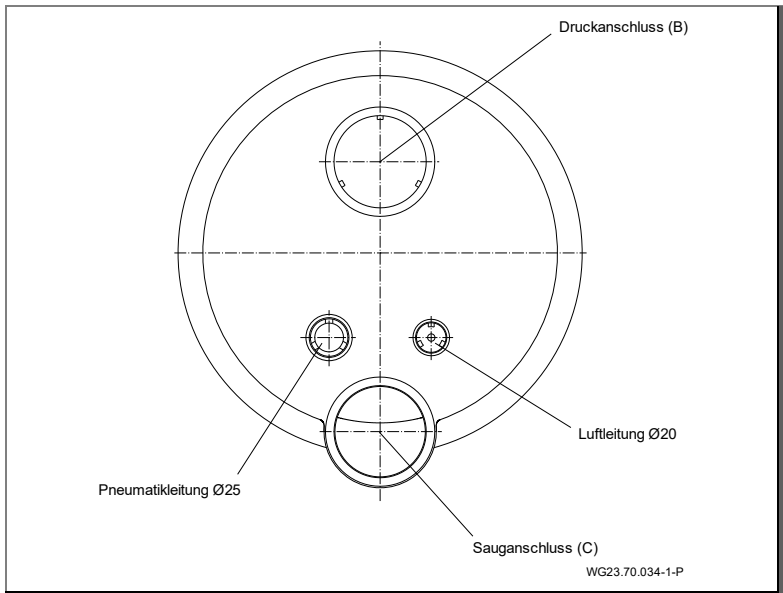
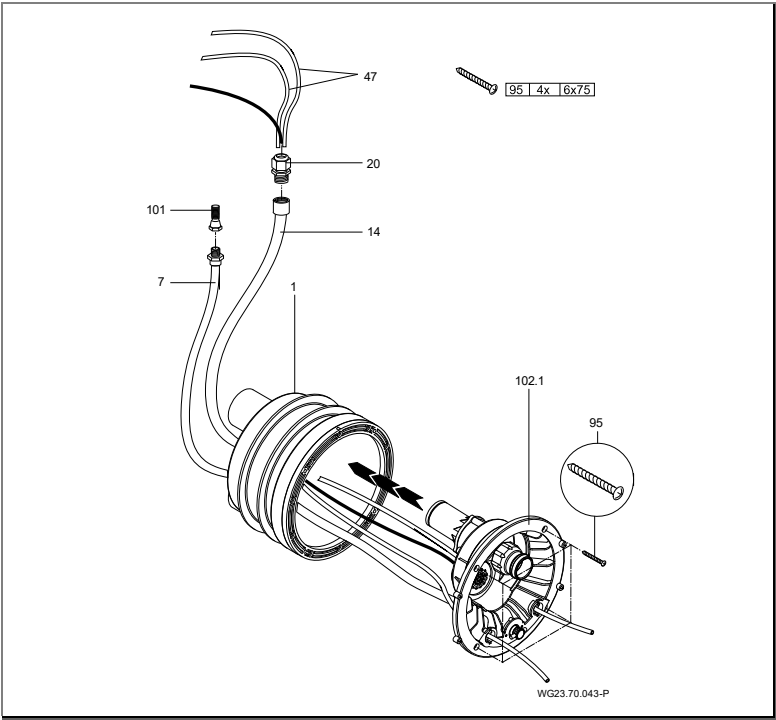

Abb. 15
Abb. 16
1. Einkleben des Kabelschutzschlauches und des Luftleitungsschlauches. (Abb. 15)
2. Düsengehäuse (102.1) am Einbaugehäuse (1) ansetzen.
3. Pneumatikschläuche und Kabel des Scheinwerfers durch den Schutzschlauch (14) führen und mit der Kabelverschraubung (20) abdichten.
4. Luftleitung mit der Klemme (8) am werkseitig montierten Luftregler (21) befestigen.
5. Düsengehäuse (102.1) mit vier Schneidschrauben (95) am Einbaugehäuse (1) befestigen. (Abb. 16)